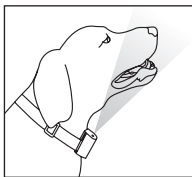

Fig. 2
2. Coloque el collar a su perro de pie, de modo que la abertura de pulverización sea perpendicular a la nariz (Fig. 2) y ajústelo al tamaño adecuado.